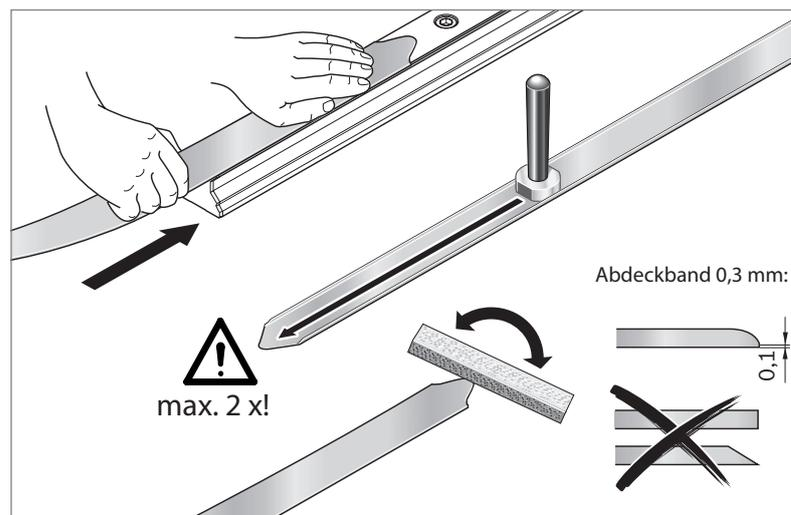

Fig. 49: Prüfen des Schiebereichs
- ▶ Vor dem Aufschieben darauf achten, dass die Bandzunge etwas nach unten gebogen ist, damit sie leicht unter die Dichtlippen der Führungswagen geschoben werden kann. ➔ Fig. 49